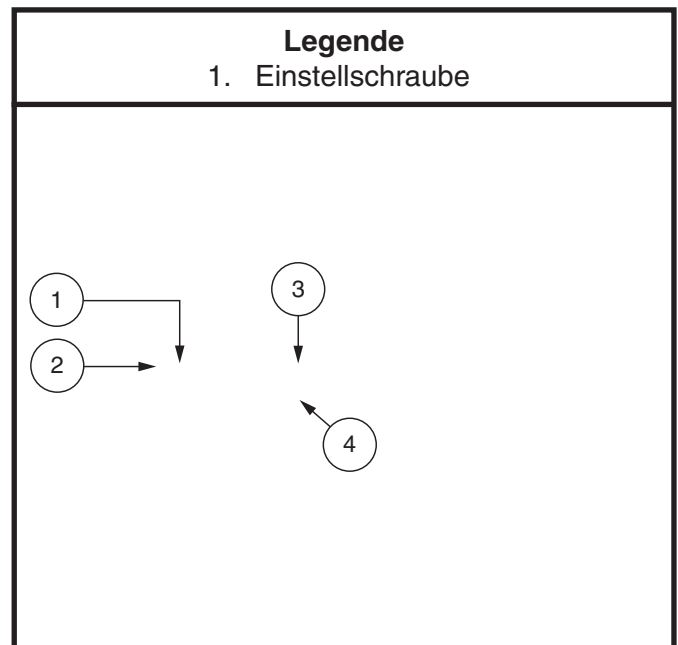

Abb. 11. Position des Steuerpults
3. Schwenken Sie die Armlehne nach oben und lösen Sie die Einstellschraube. **Siehe Abb. 11.**